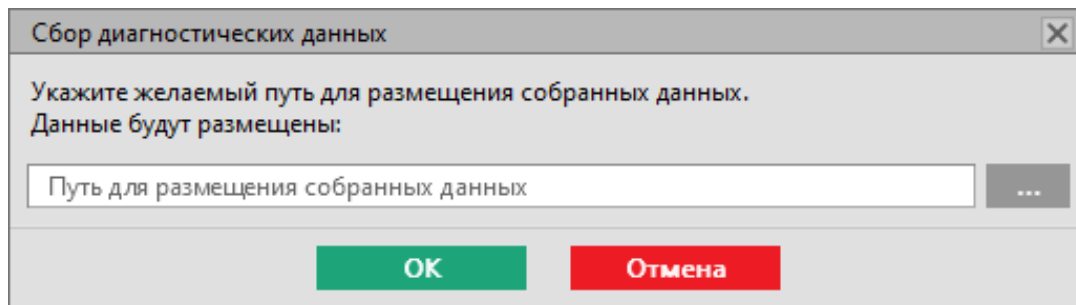

Рисунок 540 - Директория сохранения данных
6. Выберите директорию сохранения данных и нажмите **ОК** (Рисунок 540).